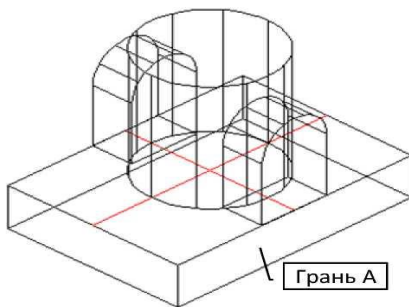

Рис. 38. Пример выполнения пунктов 4-6
6. **Построение двух выступающих фланцев с отверстиями радиусом 30**. Переустановить положение ПСК: Сервис **Новые ПСК** → **Грань** (установка ПСК по плоскости грани трехмерного объекта). Указать прицелом переднюю грань (грань А) параллелепипеда (рисунок 38); **Рисование** → **Прямоугольник** (обязательно включить режим